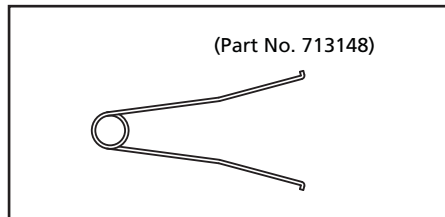

Figure 32
- Enlevez la chemise au moyen de l'extracteur de chemise (Outil spécial : N° réf. 713148) (voir figure 32,33-A ou 33-B).